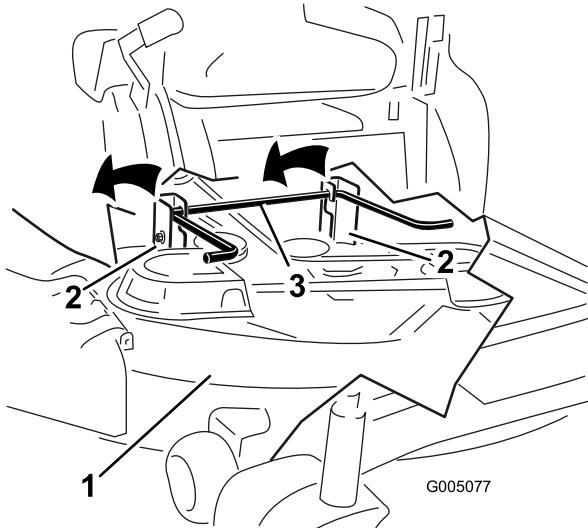

Figura 54
- Eleve la plataforma del cortacésped y desenganche la varilla de elevación trasera de los soportes, y baje el cortacésped con cuidado al suelo (Figura 54).
5. Eleve la parte trasera de la plataforma del cortacésped y coloque los soportes sobre la varilla de elevación trasera (Figura 54).